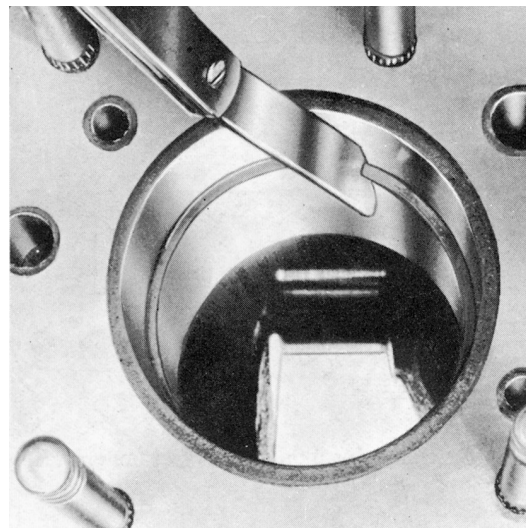

Figure C3. Mesure de la coupe des segments
2. Mesurer la coupe des segments avec une jauge d'épaisseur. Cette coupe doit être de 0,40 à 0,55 mm, voir figure C3. Si nécessaire, augmenter la coupe en se servant d'une lime spéciale.